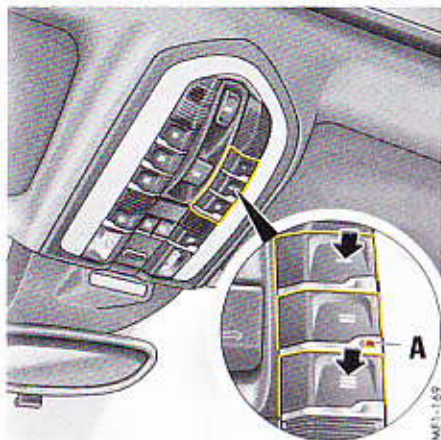

Fig. 263 : Programmation du système d'ouverture de porte de garage
1. Appuyez sur les deux touches extérieures  et  sur l'unité de commande du toit pendant 20 secondes environ, jusqu'à ce que le voyant de contrôle **A** commence à clignoter rapidement (Fig. 263 à la page 337).